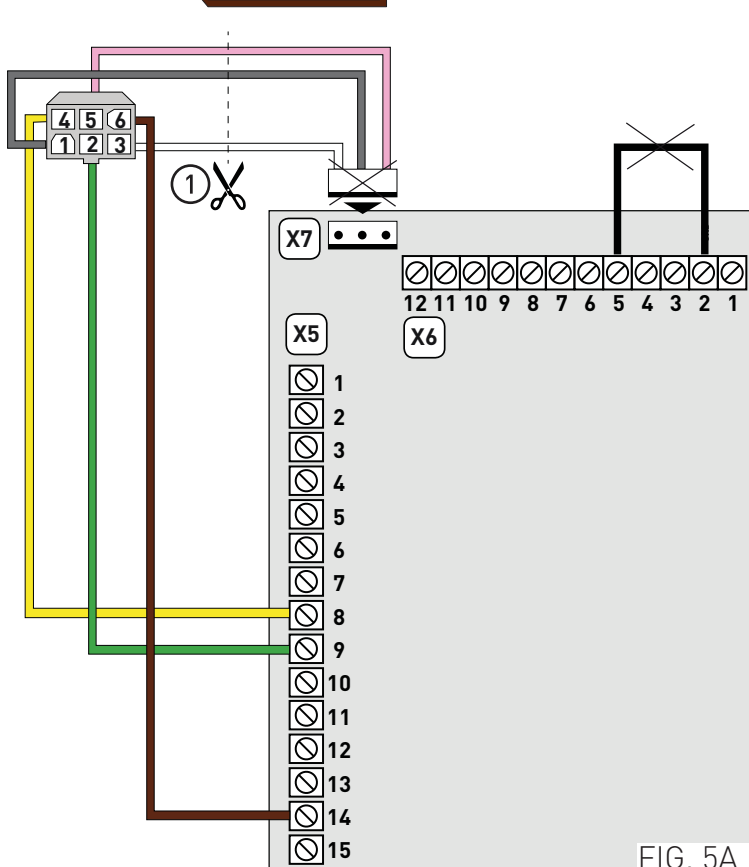

FIG. 5A
- ① retirez la fiche 3 connecteurs blanche du câble (Fig. 5A);